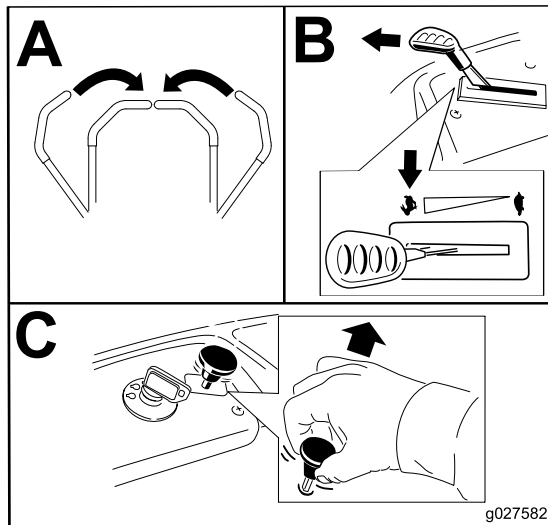

Figura 13
**Nota:** Inserite sempre le lame con l'acceleratore in posizione Fast (Figura 13).